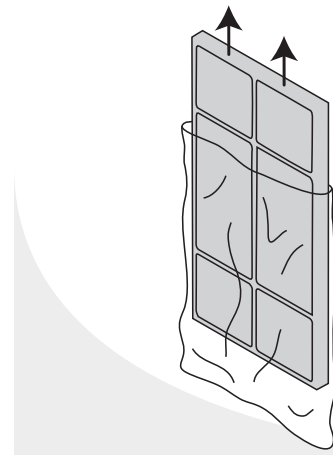

FIG. 6
1. **Saque** el filtro de olores de la bolsa de plástico (Fig. 6).